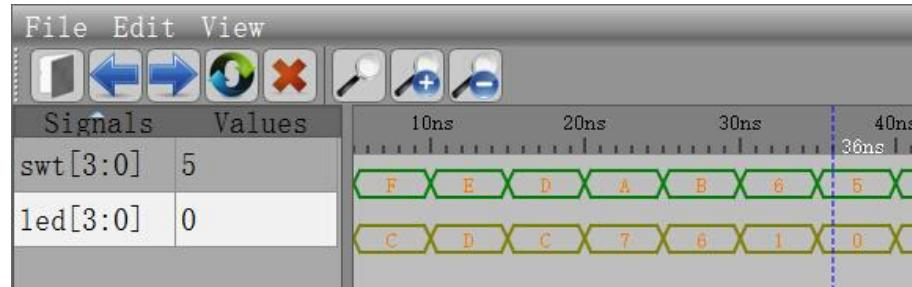

图 3-1-7 波形图
(5) 执行仿真并查看波形。查看输出信息。检查没有错误之后查看波形。点击右侧 Workspace 中的信号，进行添加并查看分析仿真结果。如图 3-1-7：